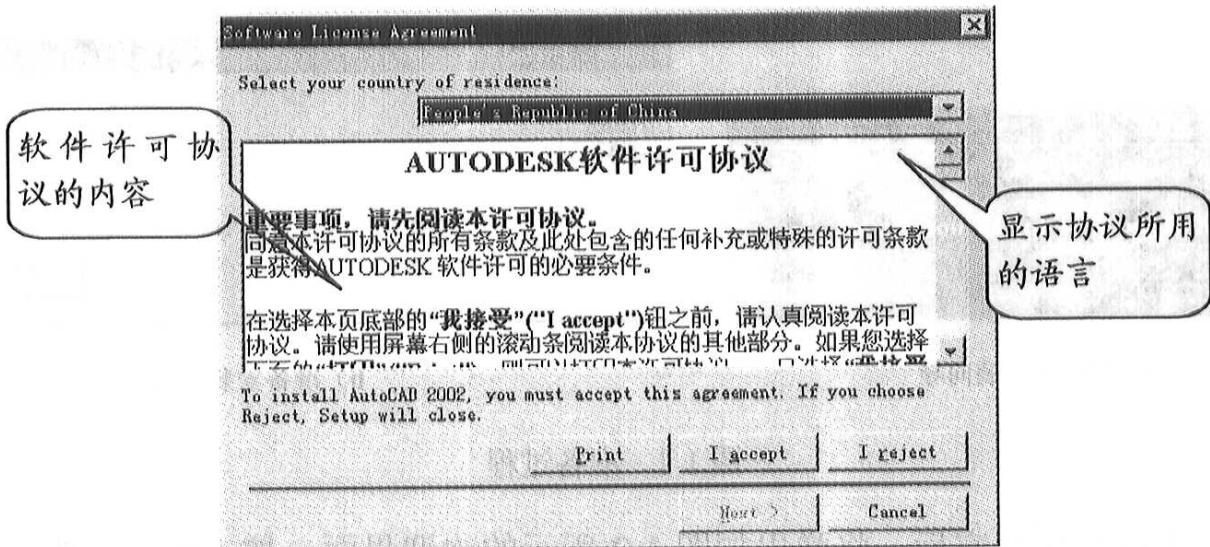

图 1-3 软件许可协议对话框
4) 安装程序弹出如图 1-3 所示的 Software License Agreement (软件许可协议) 对话框，单击“I accept”按钮后，再单击“Next”按钮进入下一步。